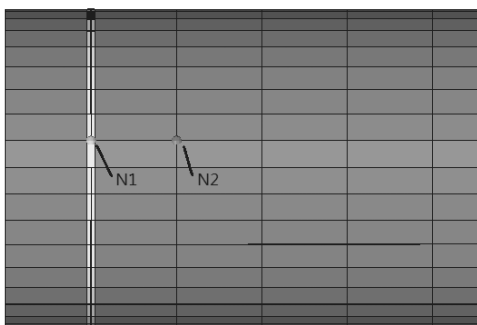
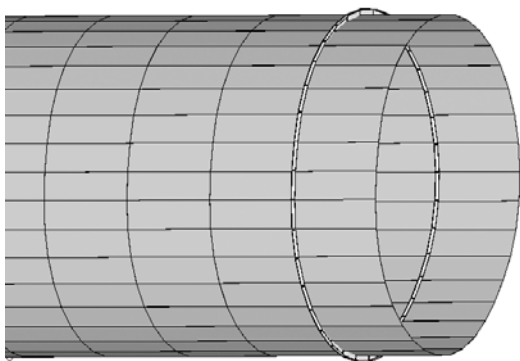

图 7-12 确定梁截面的摆放方向
图 7-13 创建该机身框位置上其他的 CBAR
(1) 在模型浏览器中选中 **M_frame_U** 并右击，选择 **Make Current**。
(2) 选择 **1D>bars>bar2**。
(3) 单击 **property=**，选择 **frame_U**。
(4) 单击 **elem types=**，选择 **CBAR**。
(5) 在 **orientation** 下拉菜单选择 **vector>N1、N2、N3**，确定梁截面的摆放方向。
(6) 把视图调整到如图 7-12 所示角度, 使得 U 形截面框在图形区域左边, 在节点上选择 N1、N2 两点, 如图 7-12 所示, N1 在右 N2 在左。N1、N2 的方向确定了 U 形截面的摆放方向。
(7) 在左端面的第二排节点处创建梁单元, 该节点处也就是几何框的摆放位置处。
(8) 确保 node A 已经激活, 选择左端面第二排的任一节点, 然后激活 node B, 选中与 node A 节点顺时针方向相连的节点, 此时自动生成一个 CBAR 单元。
(9) 创建下一个 CBAR 单元, 以上一步的 node B 节点为新的 node A 节点, 以上一步 node B 节点顺时针方向相连的节点为新的 node B 节点, 此时生成第二个 CBAR 单元。
(10) 按照 (8) ~ (9) 步所述的方法创建该机身框位置上其他的 CBAR, 直到该位置上的 CBAR 单元首尾相连成一圈, 如图 7-13 所示。